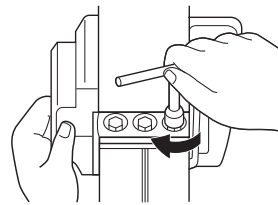

图 8
- (3) 如图 8 所示，更换刀刃完毕后，请拧紧刀架上的螺栓。
- (4) 将刀刃座向上转动，用同样方法设置其他面。